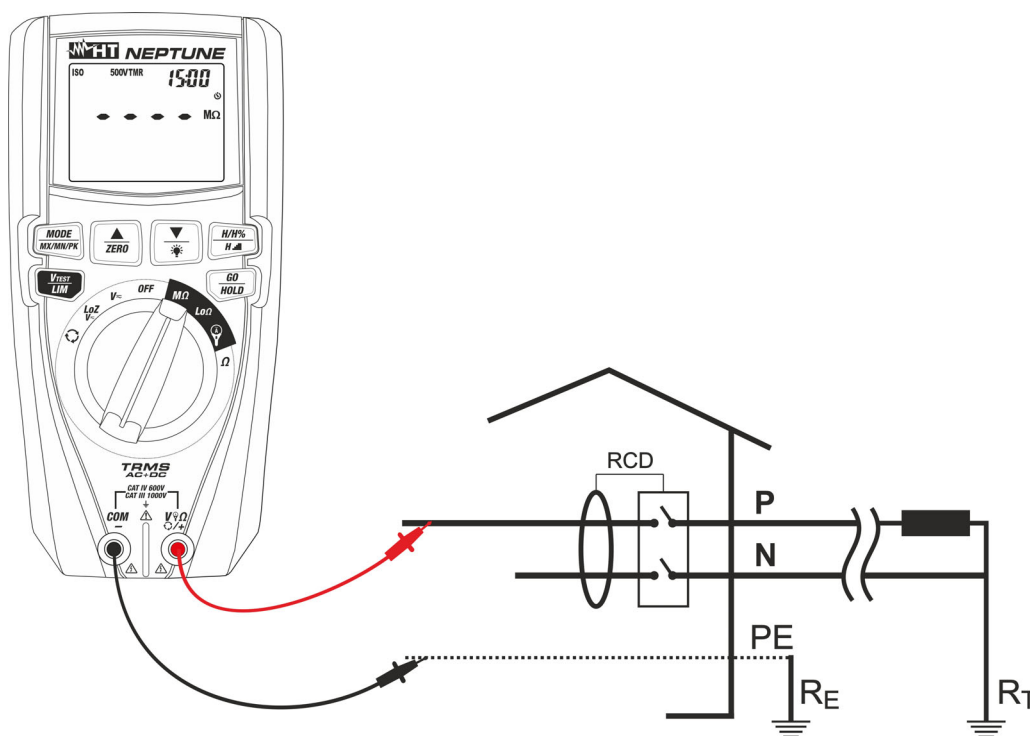

Fig. 19: Uso dello strumento per misura resistenza di isolamento in modo TMR
6. Inserire il conduttore rosso nel terminale di ingresso **V Ω /+** e il conduttore nero nel terminale di ingresso **COM/-** ed eventuali terminali a coccodrillo e collegare lo strumento all'impianto in esame (vedere Fig. 19)